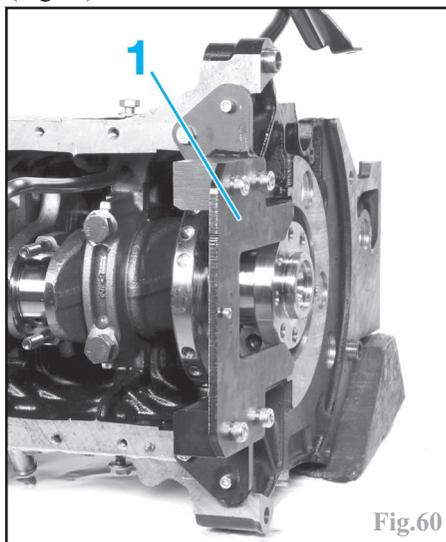

Fig.60
Poser le vilebrequin sur le bloc moteur. Mettre de la pâte d'étanchéité sur la surface d'appui du palier n°1 en (A) (Fig.54). Monter l'outil (1) de centrage du palier (Fig.60).